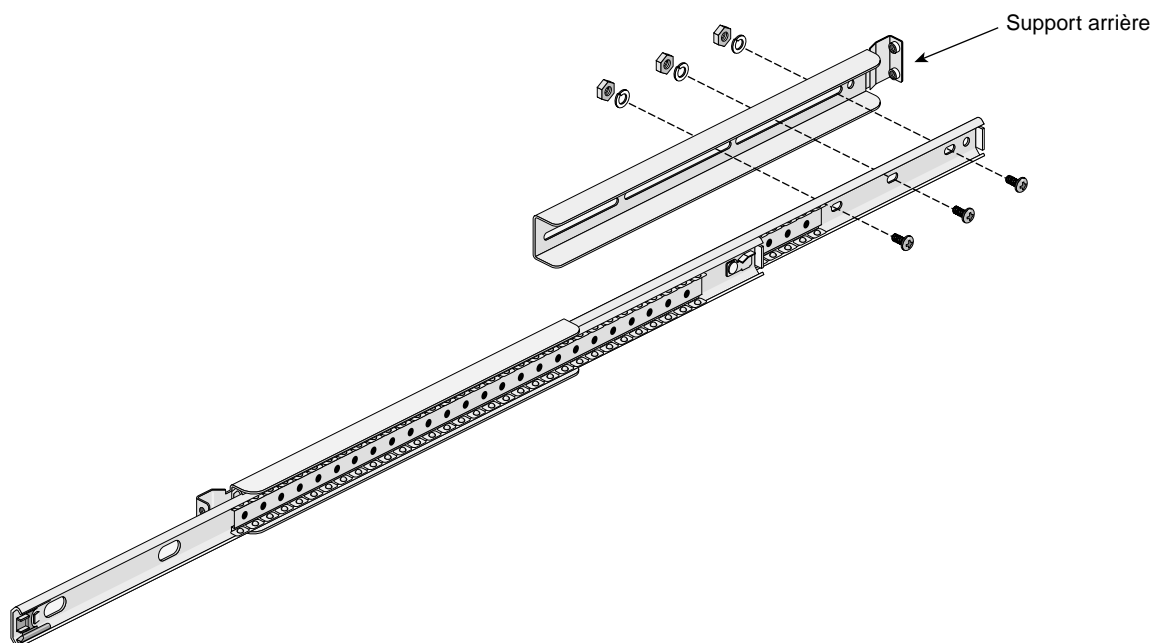

Figure 2-4 Fixation du support arrière sur la glissière
9. Introduisez trois vis M4xL8 dans les trous allongés de la partie arrière de la glissière, puis dans les deux trous arrière du support (voir la Figure 2-4). Ne placez pas de vis dans le trou rond à l'arrière du support.